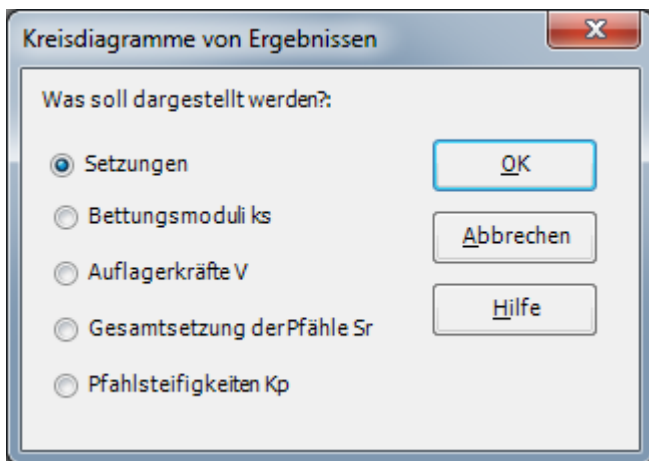

Bild 11.37 Optionsfeld "Kreisdiagramme von Ergebnissen"
- Wählen Sie "Kreisdiagramme" aus dem "Ergebnisse"-Menü. Das folgende Optionsfeld im Bild 11.37 erscheint